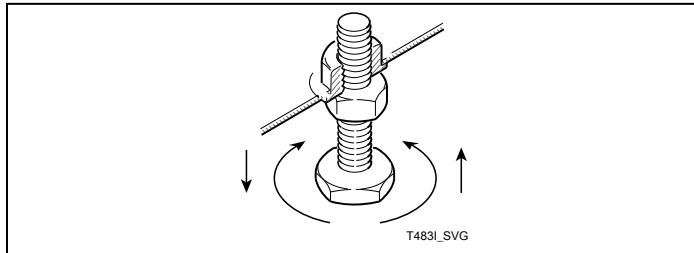

Figure 3
5. Faire glisser le sèche-linge jusqu'à ce qu'il se trouve à l'emplacement désiré. Ajuster les pieds de réglage jusqu'à ce que l'appareil soit de niveau en veillant à ce qu'il ne soit pas plus de 3,3 mm [0,13 po] plus haut à l'avant qu'à l'arrière. Voir la Figure 3. Le sèche-linge à tambour ne doit pas balancer. Bloquer les pieds de réglage à l'aide des écrous installés.